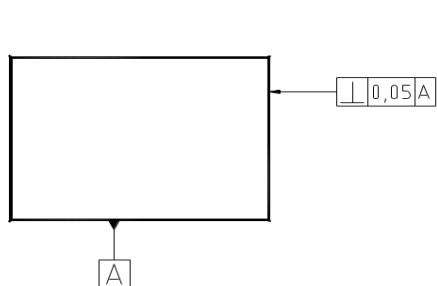

Fig. 10
Când toleranța unui element este indicată în raport cu o bază de referință, aceasta se identifică printr-o literă de referință, care se repetă și în cadrul de toleranță (fig. 10).
- pe linia de contur sau pe o linie ajutătoare, dar nu în prelungirea liniei de cotă, dacă baza de referință este suprafața sau profilul respectiv (fig. 10);